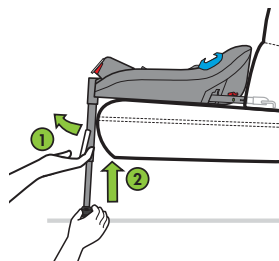

Figura 50
Ajuste el pie de carga a la posición más corta tirando y manteniendo presionada la parte inferior de la manija de ajuste del pie de carga (1) mientras empuja hacia arriba la parte inferior del pie de carga (2), como se muestra en la **Figura 50**.